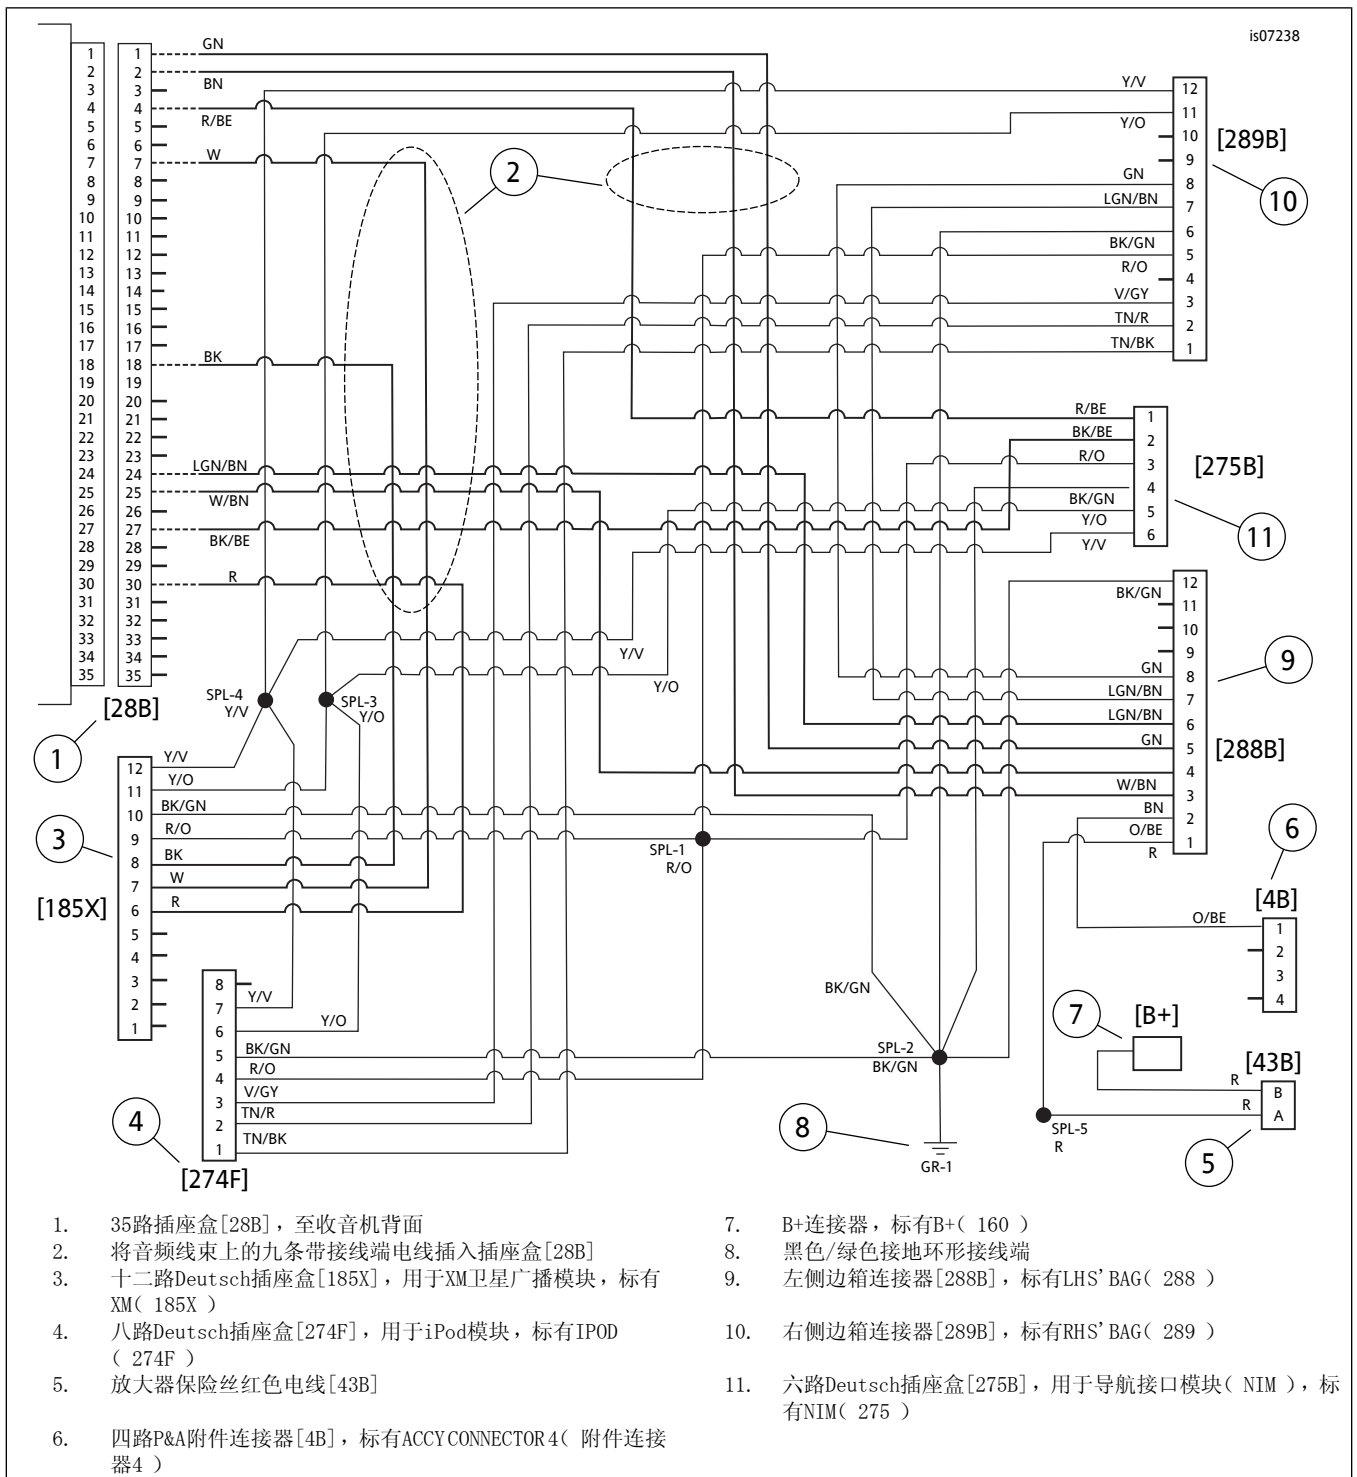

图6。布线图，音频线束69200477
6. 参见图6。在座椅下方区域定位B+(160)连接器(7)和ACCYCONNECTOR4(附件连接器4)(6)。在容易够及的位置定位保险丝架座(5)。将连接器[160](7)插接至车辆上的B+连接器。将灰色四路插座盒[4](6)插接至车辆上的插针盒[4A]。